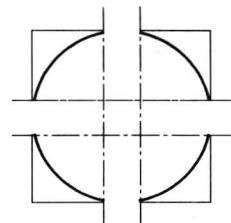

图 1-20 圆角的画法
④ 圆的画法如图 1-19 所示（（a）直径较小时；（b）直径较大时），圆角的画法如图 1-20 所示。